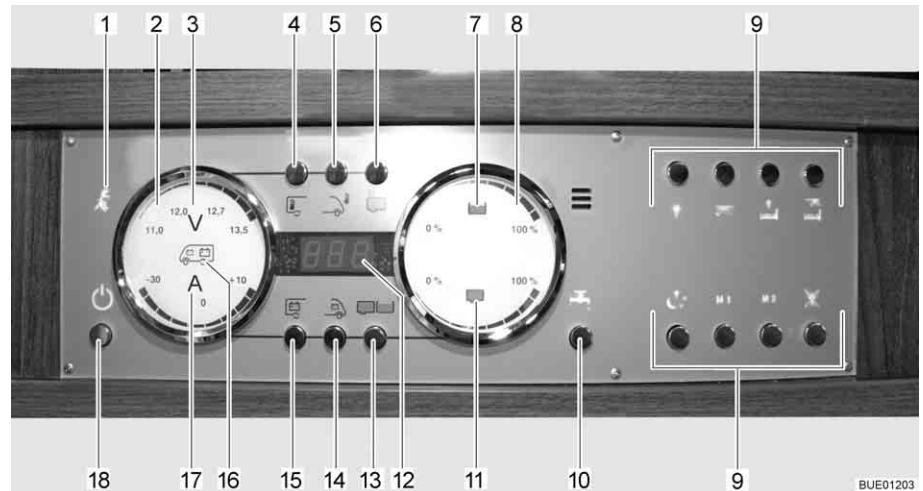

Fig. 153 Panneau de contrôle (LT 510)
Le voyant de contrôle 230 V (Fig. 153,1) s'allume si l'arrivée du bloc électrique est sous tension de réseau.
L'interrupteur principal 12 V (Fig. 153,18) établit ou coupe le panneau de contrôle et l'alimentation 12 V de la cellule.
- Appuyer brièvement sur la touche d'alimentation 12 V (Fig. 153,18). L'alimentation 12 V de la cellule est assurée. L'indicateur de contrôle "12 V" s'allume.
- ▷ La tension de la batterie de cellule est trop faible quand les DEL "11,0" de l'affichage en Volt et le symbole Volt "V" (Fig. 153,3) clignotent dans l'indicateur des batteries (Fig. 153,2) après la mise sous tension. Charger la batterie.
- ▷ La coupure de batterie est active quand l'indicateur de contrôle "12 V" et le symbole Volt "V" (Fig. 153,3) clignotent trois fois après la mise sous tension. Désactiver la coupure de batterie.
- Appuyer brièvement sur la touche d'alimentation 12 V (Fig. 153,18). L'alimentation 12 V de la cellule est coupée. L'indicateur de contrôle "Alimentation 12 V" s'éteint.
- Appuyer sur la touche batterie de cellule (Fig. 153,15) et la maintenir enfoncée pendant 10 secondes environ. Le symbole Volt "V" (Fig. 153,3) et l'indicateur de contrôle "12 V" clignotent trois fois. La batterie de cellule est coupée du réseau de bord de 12 V.
- Appuyer sur la touche d'alimentation 12 V (Fig. 153,18) et la maintenir enfoncée pendant 5 secondes environ. Le symbole Volt "V" (Fig. 153,3) et l'indicateur de contrôle "12 V" clignotent trois fois. La batterie de cellule est branché au réseau de bord 12 V. L'indicateur de contrôle s'allume au bout d'env. 5 secondes.
- Appuyer sur la touche de la batterie de cellule (Fig. 153,15). Le symbole Volt "V" (Fig. 153,3) s'allume. Le symbole Ampère "A" (Fig. 153,17) est allumé en blanc ou en rouge suivant l'état de chargement ou de déchargement. Les DEL à l'intérieur de l'indicateur indiquent la tension de la batterie et le courant de la batterie de cellule.
- Appuyer sur la touche de la batterie de démarrage (Fig. 153,14). Le symbole Volt "V" (Fig. 153,3) s'allume. Des DEL à l'intérieur de l'indicateur indiquent la tension de la batterie de démarrage.
- Appuyer sur la touche réservoirs (Fig. 153,13). Les symboles réservoir d'eau (Fig. 153,7) et réservoir d'eaux usées (Fig. 153,11) s'allument. Des DEL à l'intérieur de l'indicateur indiquent le niveau du réservoir d'eau (échelle supérieure) et celui du réservoir d'eaux usées (échelle inférieure).
Le symbole du réservoir d'eau (Fig. 153,7) ou celui du réservoir d'eaux usées (Fig. 153,11) clignote quand le réservoir d'eau est vide ou que le réservoir d'eaux usées est plein.